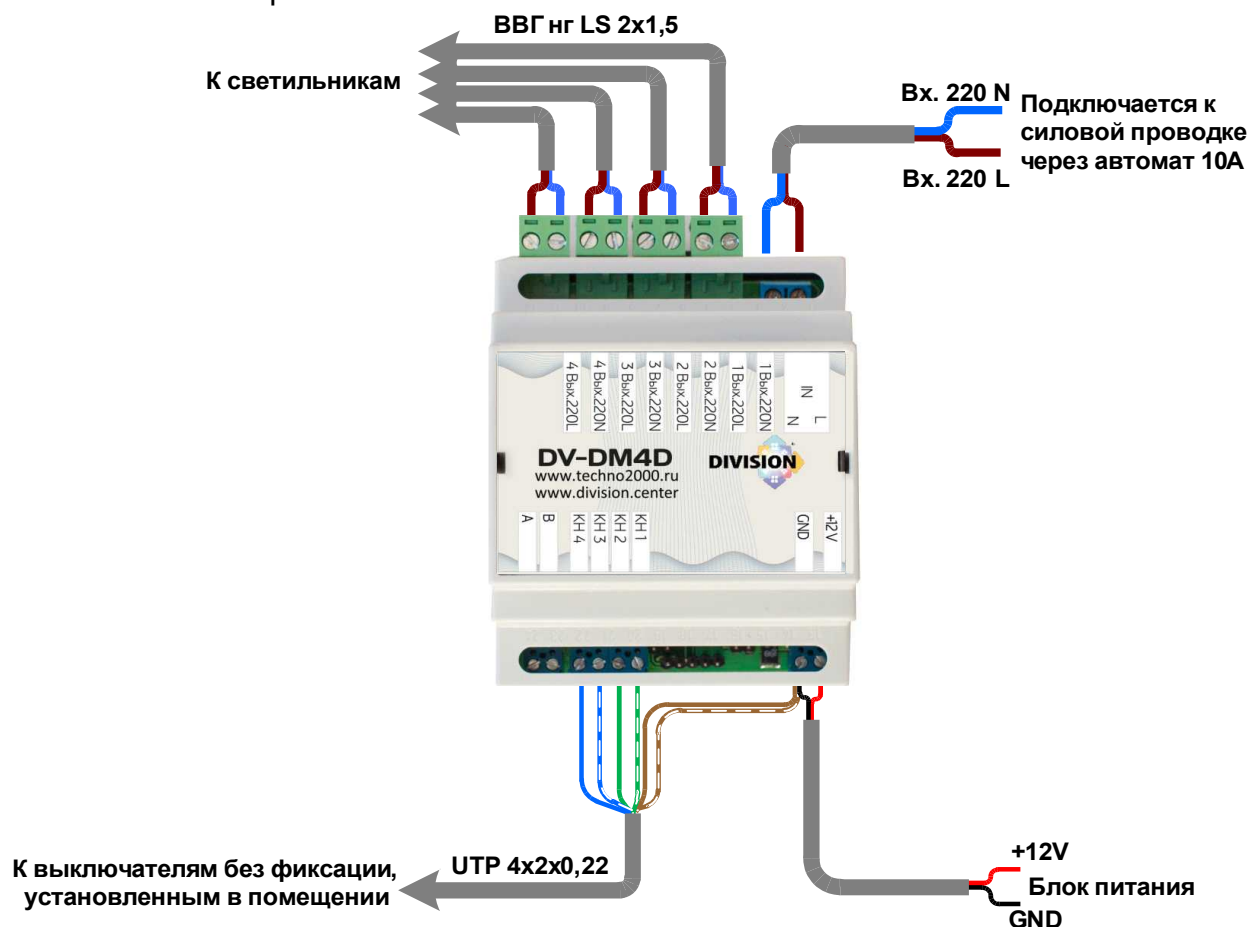

Рис.4. Схема подключения диммера DV-DM4D при автономной работе, управление от кнопок (кнопка без фиксации замыкает вход диммера на 0 В)
5.2 Ручное управление от кнопки (Рис.4).